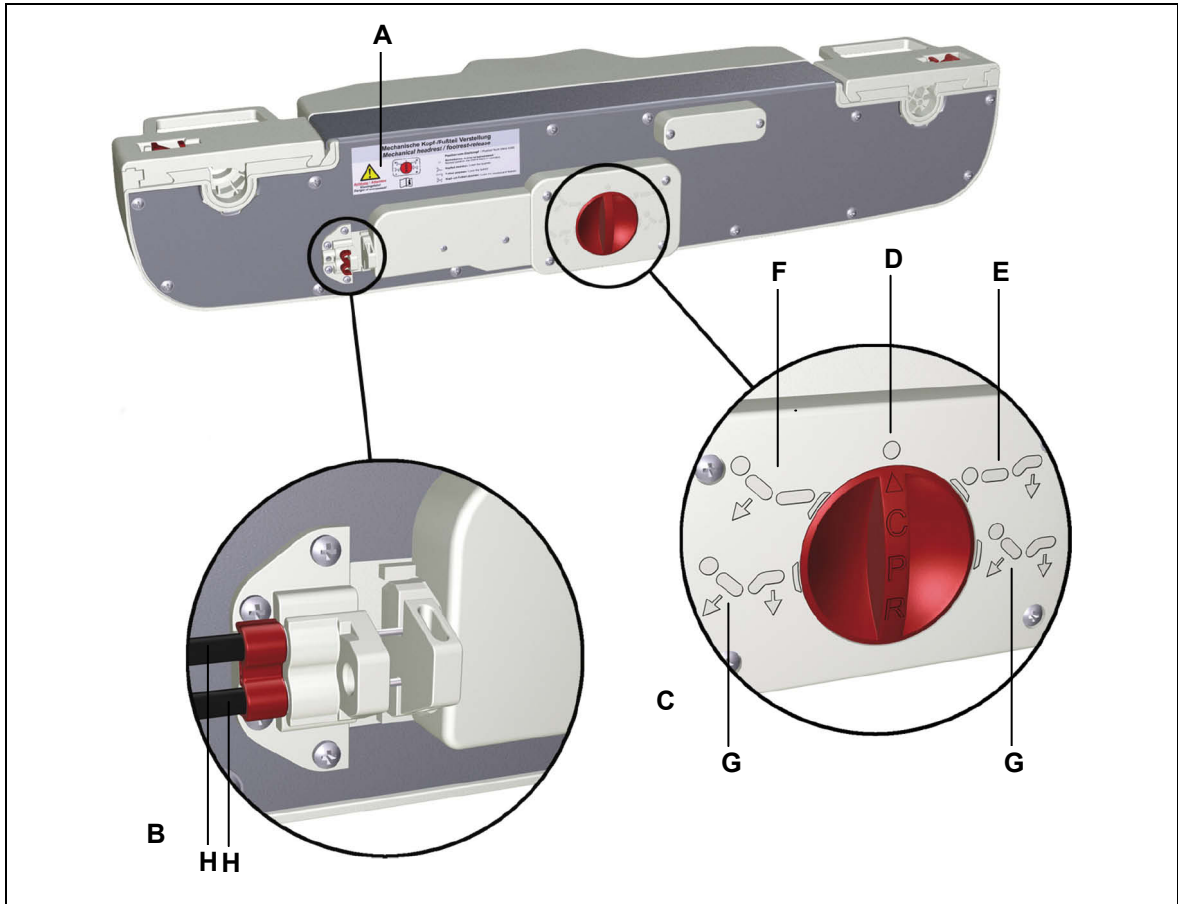

Abbildung 19 Rückseite des DUOMAT 9 mit mechanischer Rückstellfunktion
- Beachten Sie die Hinweise auf dem Aufkleber auf der Rückseite des DUOMAT 9 (siehe Abbildung 19).